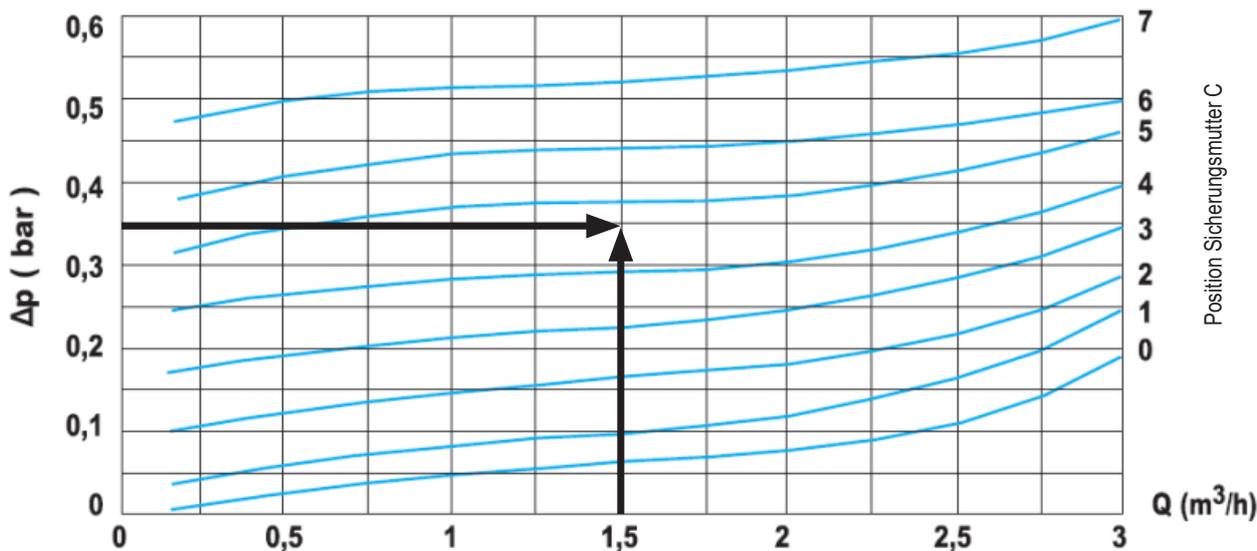

Abb. 81 -
- Gewählte Kalibrierung an Nr. 5 (siehe Diagramm "Abb. 81 -")